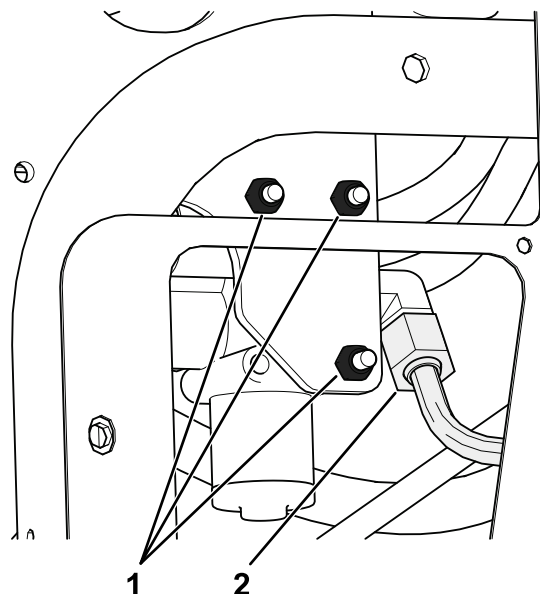

Figura 5
- A. Remova os 3 parafusos e porcas que prendem a válvula de elevação existente à estrutura, e separe-a da estrutura para permitir a remoção da união em T (340-94), conforme mostrado na Figura 5.